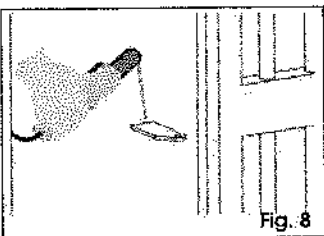

Fig. 8
- a- En caso de que los pilares fueran de hierro, suelde la brida directamente en el pilar (Fig. 8).